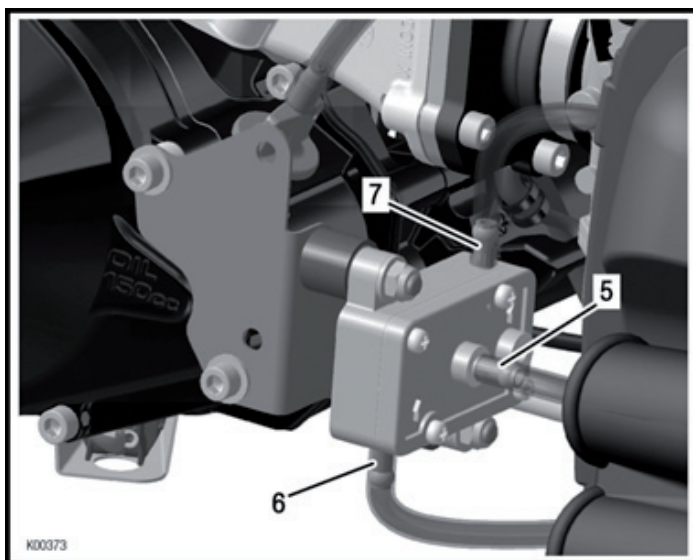

Fig. 17
- ➔ Raccorder la durite entre la sortie du réservoir à essence et l'aspiration (rep. 6, fig. 17) de la pompe à essence.